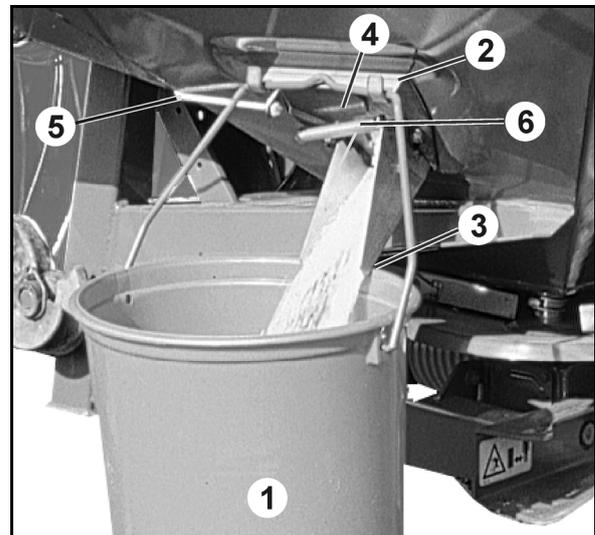

図 64
1. 収容容器 (図 64/1) をハンガーでホルダ
(図 64/2) に掛けます。収容容器をクランプ
装置 (図 64/3) にはめてください。
2. 排出シュートのサイドシャッター (図 64/4)
を、ロープ (図 64/5) を引くことでおよそ 5
5. 圃場の条件で、つまり所定の一定の作業速度で、測定距離を開始点から終点まで正確に移動します。ここでは正確に測定距離開始点において、排出シュートのサイドシャッター (図 64/4) をロープ (図 64/5) で完全に開き (ストッパーまで引き)、終点において閉じます (ロープを放すと、ばね (図 64/6) がサイドシャッターをロック位置に移動させます)。